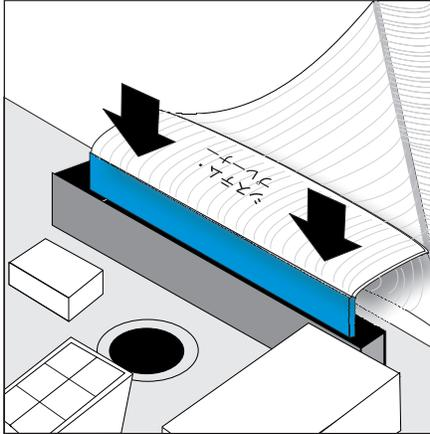

図 93. システム・ボードへのサービス・コントローラー・カード・ケーブルの取り付け
- c. ケーブルを取り付けるには、ケーブルがまっすぐに装着されるように注意して、システム・ボードにリボン・ケーブルの一端（「システム・プレーナー」のマークが付いている端）を慎重に取り付けます。173 ページの図 93 を参照してください。次に、フラット・ケーブルの経路を決めて、サービス・コントローラーを取り付ける開口部に差し込み、ケーブルの他の端（「コントローラー・カード」のマークが付いている端）を SAN ボリューム・コントローラー・シャシーの前端から引き出します。次に、ケーブルのこの端を、ねじれたり曲ったりしないでまっすぐに装着されるように注意しながら、サービス・コントローラーの背面に取り付けます。ATA ケーブルをサービス・コントローラーの背面に取り付けます。シャシーの中にスライドさせるときにケーブルを傷つけないように注意しながら、サービス・コントローラーを慎重に取り付けます。ケーブル・コネクタ各端の青い線が見えないことを確認してください。青い線が見えなければ、サービス・コントロー